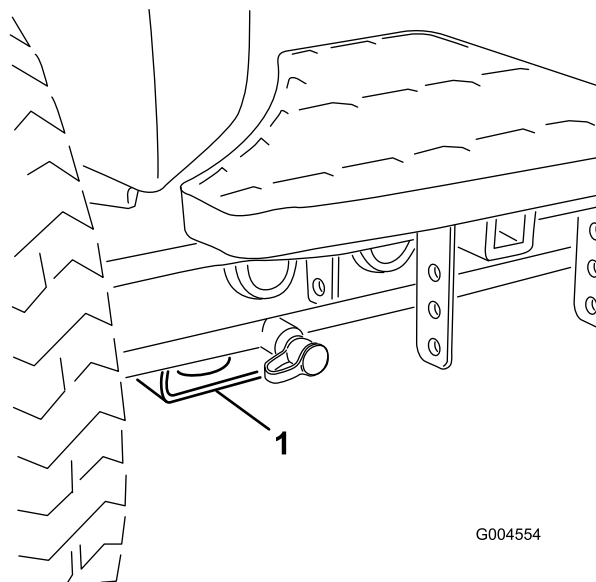

Figura 23
- Anteriore – supporto rettangolare, sotto il tubo dell'assale, all'interno delle ruote anteriori (Figura 23).